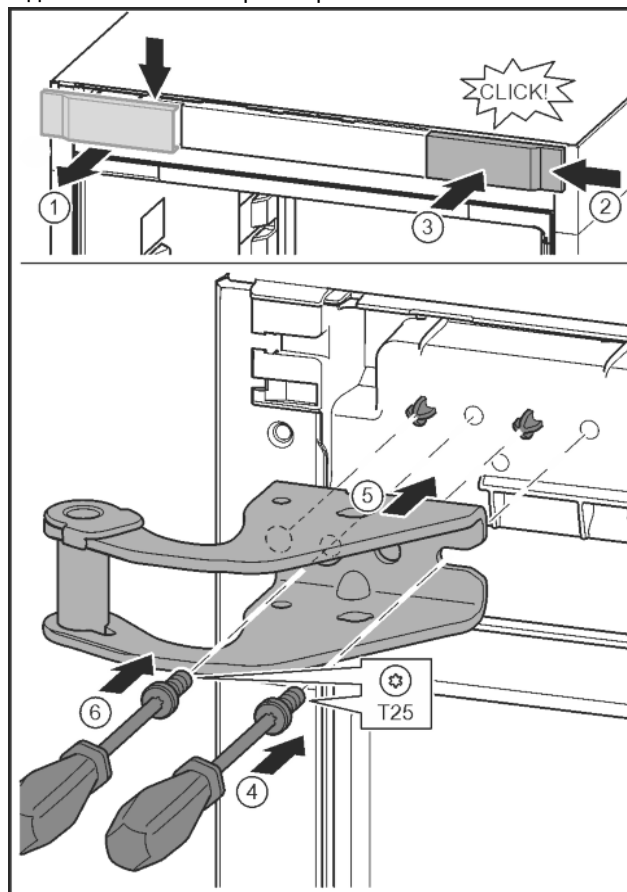

Fig. 14
- Відпустіть кришку та зніміть збоку. Fig. 14 (1)
- Почепіть кришку, що повернута на 180°, з іншого боку праворуч. Fig. 14 (2)
- Зафіксуйте кришку. Fig. 14 (3)
- Встановіть гвинт за допомогою викрутки T25. Fig. 14 (4)
- Встановіть верхній опорний кронштейн. Fig. 14 (5)
- Закрутіть гвинт. Fig. 14 (4)
- Встановіть та закрутіть гвинт за допомогою викрутки T25. Fig. 14 (6)